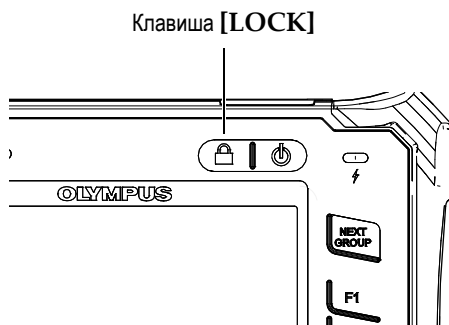

Рис. 2-7 Конфигурация ручки прокрутки - клавиша [LOCK]
- Клавиша [LOCK] (только конфигурация ручки прокрутки) автоматически блокирует настройку всех параметров во избежание нежелательных изменений параметров вследствие случайного поворота ручки прокрутки (см. Рис. 2-7 на стр. 36).